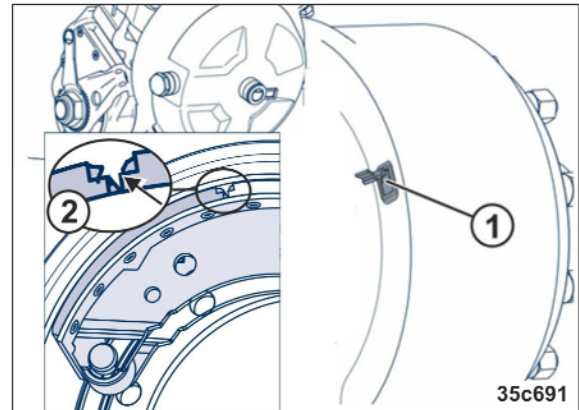

Fig. 323
Zur Prüfung der Bremsbelagdicke das Schauloch durch Aufklappen der Gummilasche (Fig. 323/1) öffnen.
- Verschleißkante (Fig. 323/2) erreicht.